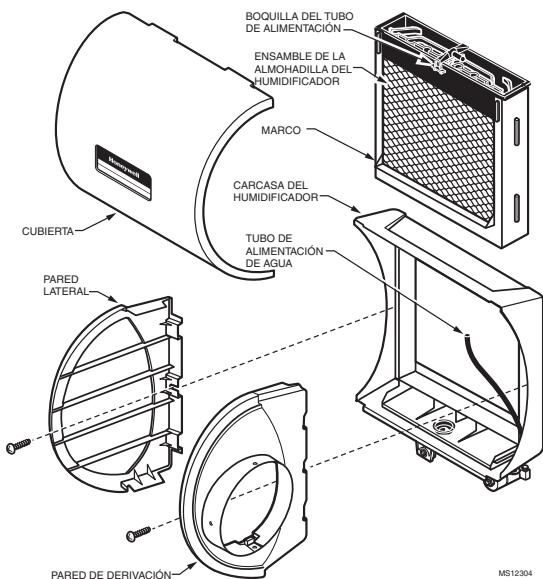

Fig. 3. Desensamblaje del humidificador.
6. Desensamble el humidificador; retire la cubierta y saque el ensamblaje de la almohadilla del humidificador. Consulte la Fig. 3.